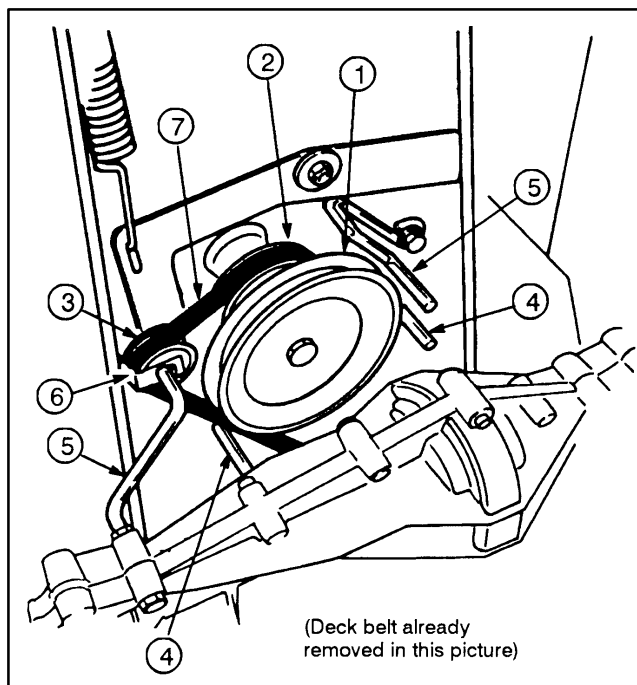

Figure 26
4. Déposer la courroie de transmission. Vérifier que la courroie n'est ni endommagée, ni usée (Fig. 26) et poser une nouvelle courroie le cas échéant.
6. Poser les guides de courroie près de la poulie de transmission (Fig. 26). Poser aussi la pièce de retenue sur la courroie de tension et serrer le contre-écrou.